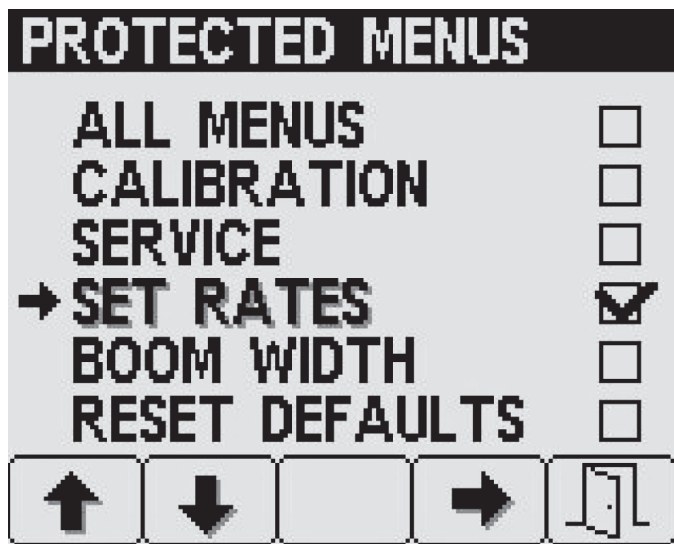

図 13
3. ボタン 4 を押してその設定を選択または選択解除する (図 13)。